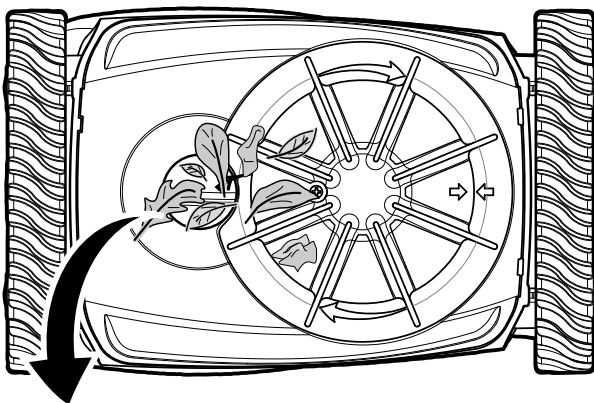

Figura 11
6. Dé vuelta al limpiafondo y revise si hay basura en el cepillo y en la entrada (Figura 11).